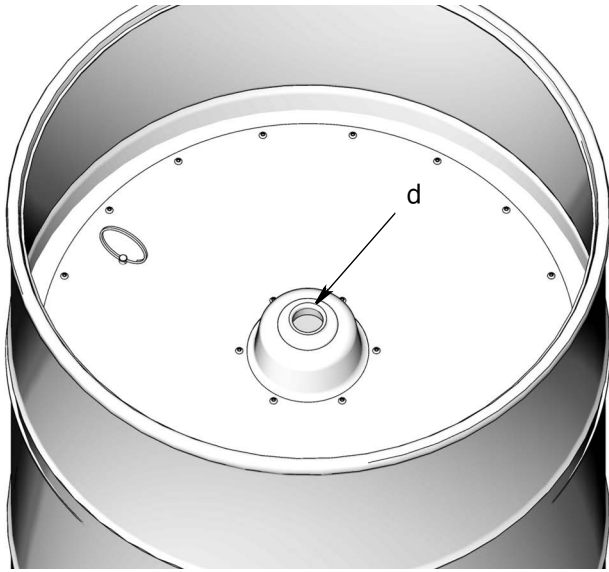

图 8
- 将压油盘放在新鲜润滑脂的顶部（图 8）。推动压油盘以排出空气，直到润滑脂位可以与压油盘中间的开孔 (d) 平齐为止。